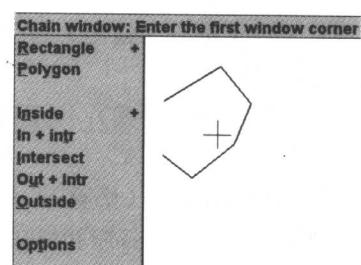

图 1-9 串连窗选菜单
(2) Window (窗选): 可使用光标画出的矩形窗口或多边形窗口选取待串连的图素。在串连方法菜单中选取“Window”(窗口)命令, 显示“Chain window: Enter the first window corner”(串连窗选: 输入窗口第一个点坐标)菜单, 如图 1-9 所示。